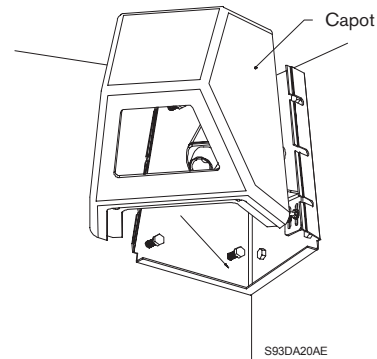

Figure 12 : REMONTAGE DU CAPOT
1. Montez le capot en prenant soin d'aligner les goujons sur les fentes du panneau arrière. Fixez-le à l'aide des six écrous de blocage. Voir figure 12.